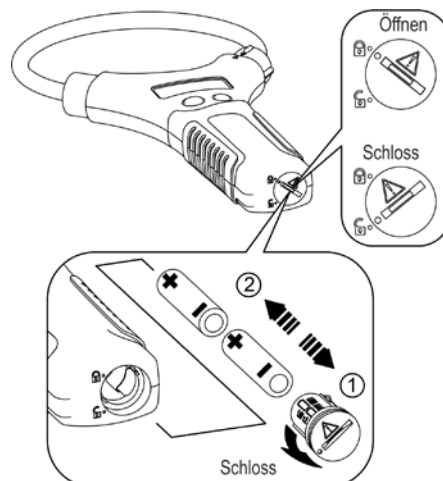

Abb. 4: Batteriewechsel
2. Drehen Sie die Schraube des Batteriefachdeckels von der Position "🔒" auf die Position "🔓" und entfernen Sie den Deckel um die Batterien zu wechseln (siehe Abb. 4)